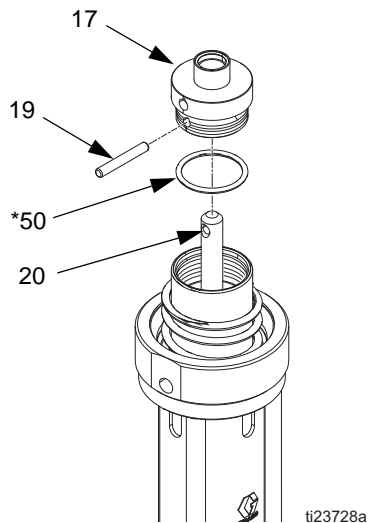

FIG. 14
5. Retire el pasador de posicionamiento (19) y quite el capuchón del pistón (17) del eje de transferencia (20). Retire la junta tórica (50*) del capuchón del pistón. Inspeccione todas las piezas en busca de daños. Consulte FIG. 14.